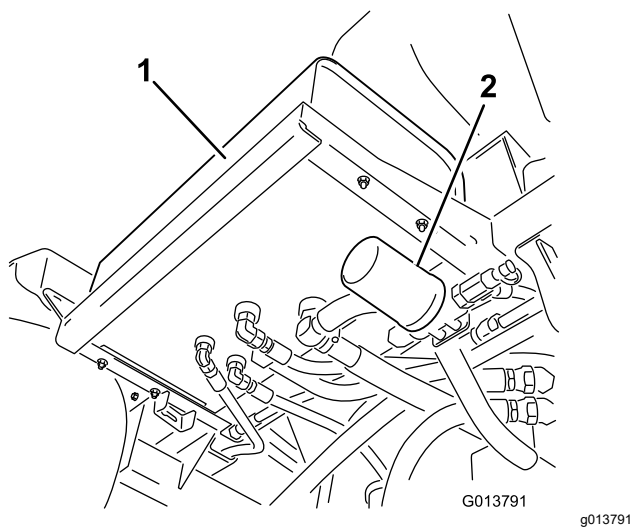
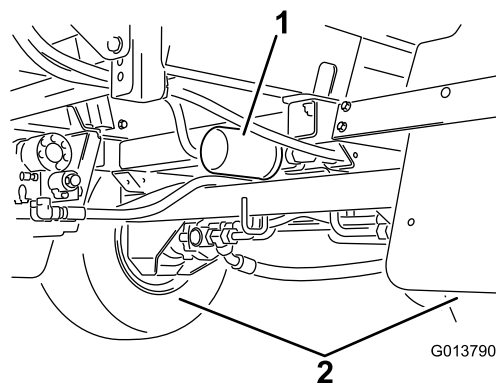

Figura 106
Figura 107
2. Individuate i 2 filtri idraulici sulla macchina (Figura 106 e Figura 107).